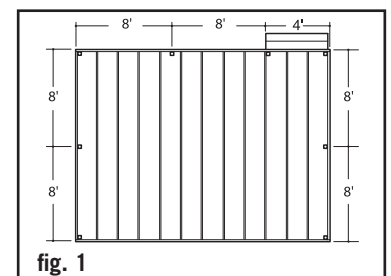

fig. 1
Step 1: Determine the number of railing posts needed for your deck. Post spacing is 8' on-center. Example: A 16'x20' deck attached to a building with a 4' access opening on one side will require a total of eight posts (fig. 1).
Étape 1 : Calculez le nombre de poteaux pour balustrades dont vous aurez besoin pour votre terrasse. Les poteaux doivent être espacés de 8 pi de centre à centre. Exemple : Une terrasse de 16 pi x 20 pi fixée à un immeuble avec une ouverture de 4 pi sur le côté afin d'y accéder demandera 8 poteaux (fig.1).